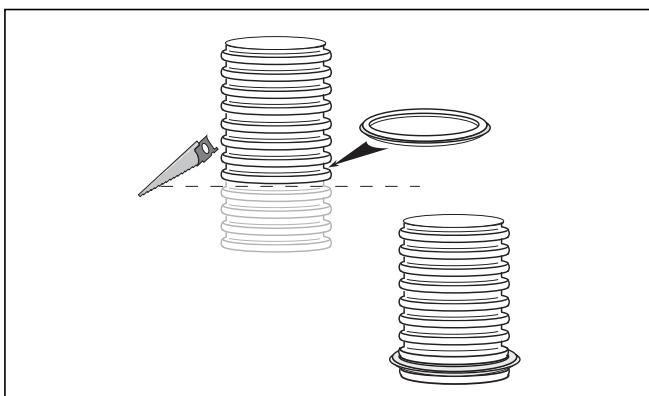

Рис. 5.50 Укорачивание гибкого выпускного газопровода и монтаж уплотнения
Укорачивайте гибкий выпускной газопровод (см. рис. 5.50) только в том случае, если закрепили его на устье шахты.
- Затем монтируйте уплотнение в самом нижнем неповрежденном желобке выпускного газопровода (см. рис. 5.50).